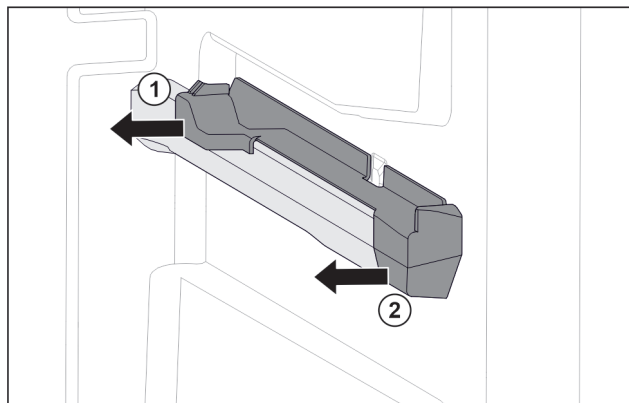

Fig. 46 Nasazovací díl na pravém žebrování na nádoby
- ▶ Stáhněte nasazovací díl vzadu na stranu. Fig. 46 (1)
- ▶ Stáhněte nasazovací díl vpředu na stranu. Fig. 46 (2)